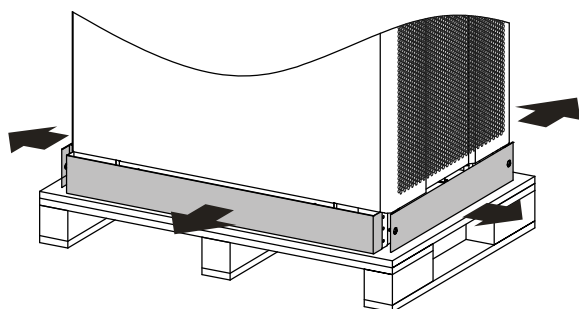
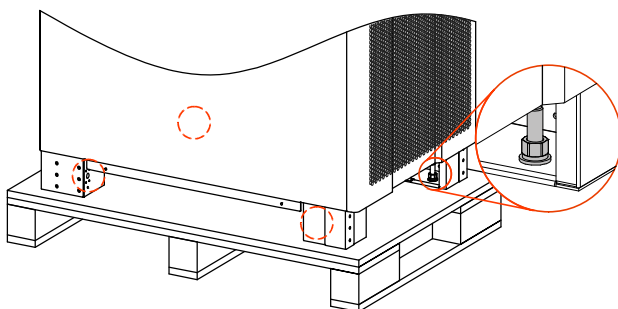

Figure3-8 Rimuovere le piastre di copertura inferiori
Figure3-9 Posizione dei bulloni
Step 4 Smontare le piastre di copertura inferiori (come mostrato in Figure3-8) e svitare i bulloni che fissano l'UPS e la staffa di legno, quindi rimuovere i bulloni (come mostrato in Figure3-9).